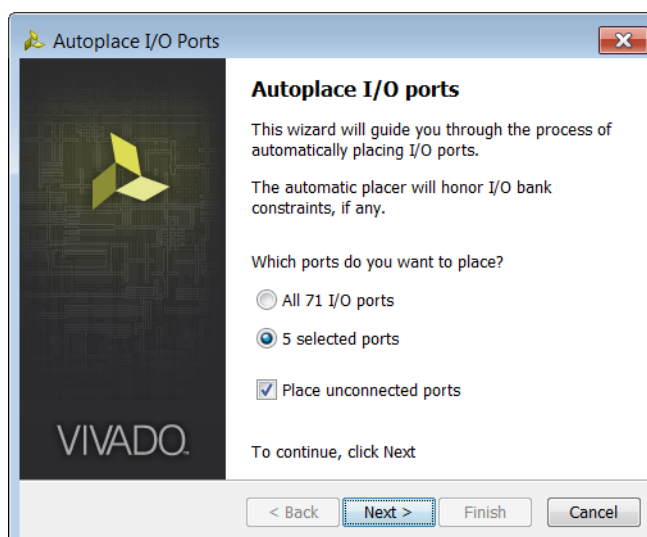

図 3-23 : Autoplace I/O Ports ウィザード
3. Autoplace I/O Ports ウィザード (図 3-23) で、配置する I/O ポートを選択し、[Next] をクリックします。